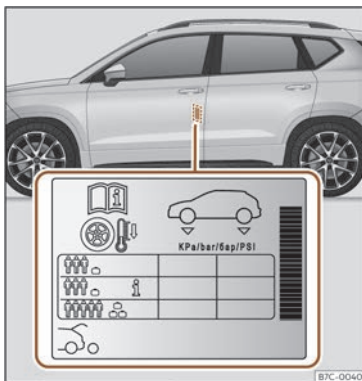

Fig. 202 Ubicació de l'adhesiu de la pressió d'inflament dels pneumàtics.
- Adapteu la pressió dels pneumàtics a la càrrega que porta el vehicle >>> **fig. 202**.
Els valors de la pressió d'inflament s'indiquen a l'etiqueta adhesiva situada a la zona posterior del marc de la porta davantera esquerra >>> **fig. 202**.
La pressió dels pneumàtics s'ha d'adaptar a la càrrega actual del vehicle. Si el vehicle anirà carregat al màxim, heu d'augmentar la pressió d'inflament al valor màxim de càrrega indicat a l'etiqueta adhesiva >>> **fig. 202**.
En el cas d'una roda d'emergència minimitzada (125/70 R16 o 125/70 R18), infleu-la a 4,2 bar de pressió segons s'indica a l'etiqueta de pressió dels pneumàtics >>> **fig. 202**.
En funció del vehicle, es pot adaptar la pressió d'inflament dels pneumàtics a mitja càrrega per augmentar el confort de marxa (pressió d'inflament **i** >>> **fig. 202**). Quan se circula amb la pressió d'inflament de confort, es pot incrementar lleugerament el consum de combustible.
- El conductor és responsable que tots els pneumàtics del vehicle estiguin inflats a la pressió correcta. La pressió d'inflament recomanada s'indica en un adhesiu >>> **fig. 202**.
- Amb els pneumàtics en fred, s'ha de mantenir sempre la pressió indicada a l'adhesiu >>> **fig. 202**.